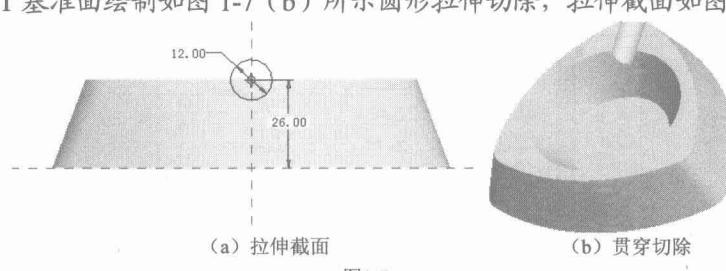

图1-7
5. 选择 FRONT 基准面绘制如图 1-7 (b) 所示圆形拉伸切除，拉伸截面如图 1-7 (a) 所示。